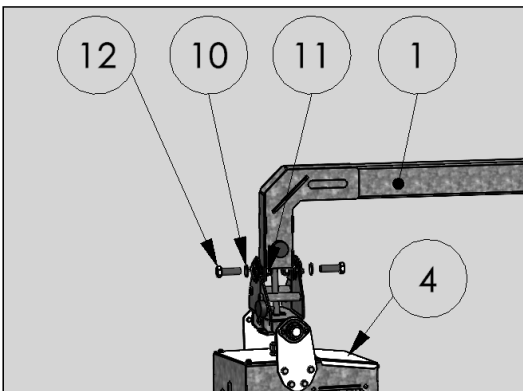

Abbildung 4: Montage Bürste mit Antriebseinheit
2. Antriebseinheit (Pos. 4 Abb.4) mittels Schrauben (Pos. 1 2 Abb.4), Scheiben (Pos. 10 Abb.4) und Muttern (Pos. 11 Abb.4) mit dem Hängearm (Pos. 1 Abb.4) verschrauben.